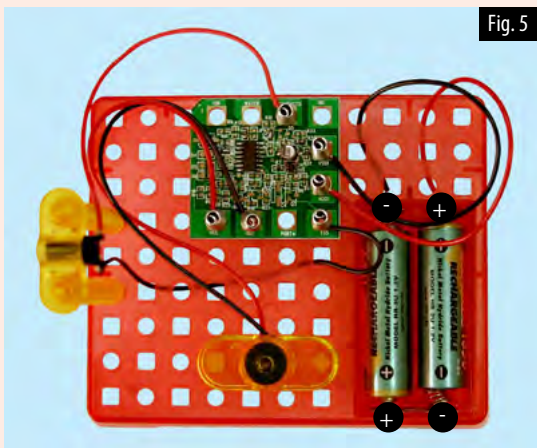

Fig. 5
4. Nu är rörelsesensorn färdig. Sätt i två AA-batterier enligt den polaritet som anges i Fig. 5.